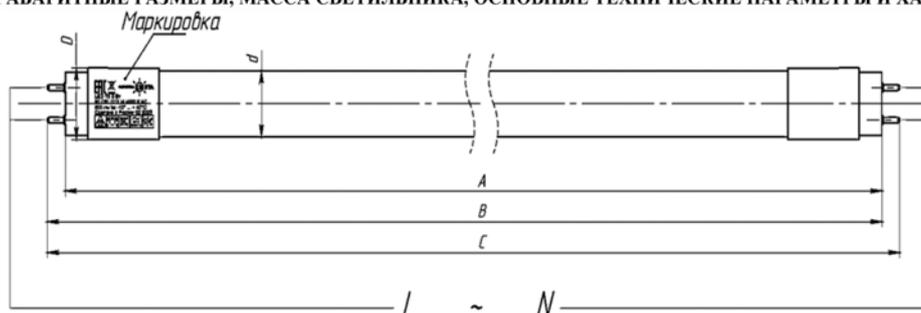

Рис. 1. Общий вид, основные размеры и схема подключения ламп.
Начальные электрические и световые параметры ламп, общий вид, основные размеры, масса ламп, основные технические параметры и характеристики, а также схема подключения должны соответствовать параметрам, указанным на рис. 1 и в табл. 1.
1. Отключить осветительную установку от сети питания. 2. Демонтировать старую лампу из светильника. 3. Убедиться, что электрическая схема светильника (схема включения лампы), соответствует рис. 1. Изменить схему включения лампы при необходимости. 4. Установить новую лампу в светильник. 5. Подключить осветительную установку к сети питания.